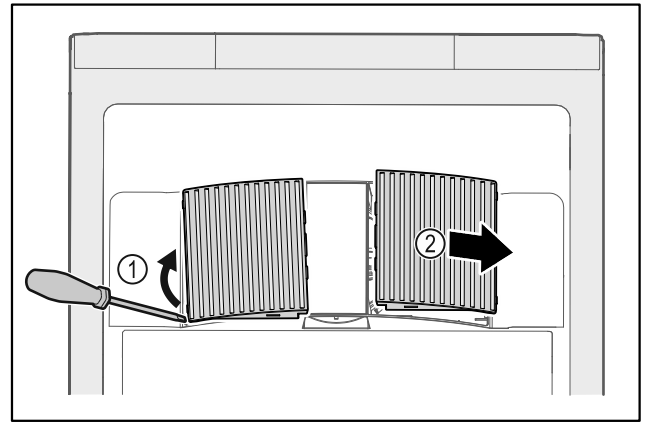

Fig. 58
- ▶ Oprezno podignite ventilatorske pokrove sa strane Fig. 58 (1) i skinite ih prema naprijed Fig. 58 (2).